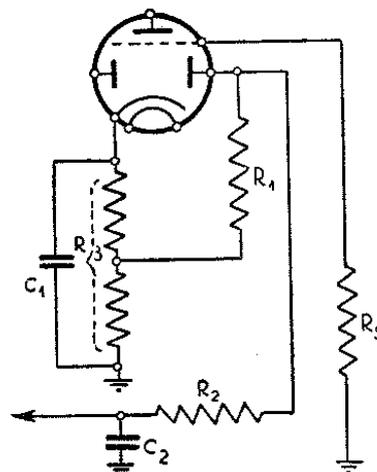

Fig. 5.5. - Per ridurre la presenza di disturbi e di stazioni molto deboli è opportuno utilizzare la disposizione indicata.
b) polarizzando leggermente il diodo rivelatore collegando la resistenza di carico  $R$  non al catodo ma ad una presa della resistenza di polarizzazione, presa che può essere ottenuta con due resistenze in serie, come in fig. 5.5.